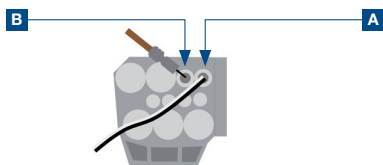

Figura 5
**Base A (figura 5):** Color de cable negro/blanco
**Base B (figura 5):** Color de cable marrón